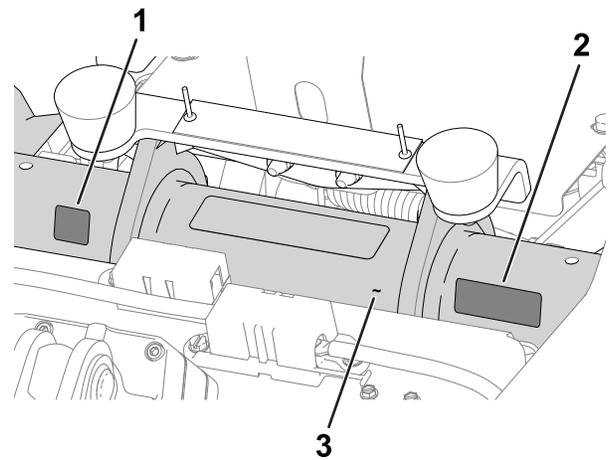

Рисунок 11
- **Наклейка с годом выпуска и наклейка CE/UKCA:** приклейте наклейки на трубу рамы под сиденьем и табличкой с серийным номером; см. Рисунок 11.